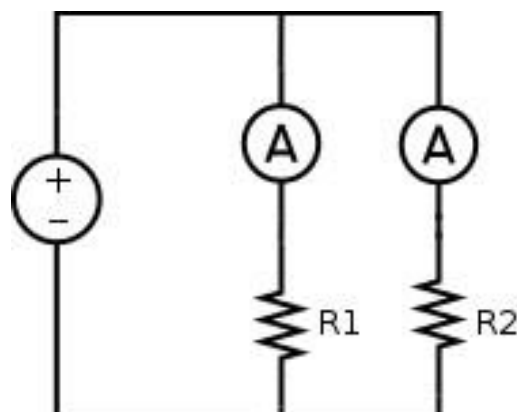

Figura 2. Circuito de medición 2
6. Arme el circuito de la Figura 2. Utilice el multímetro y el amperímetro digital. Ajuste el valor de la fuente de tensión a 10 V. Mida el valor de corriente y anótelo en la Tabla 6. Indique la incertidumbre en cada medición.